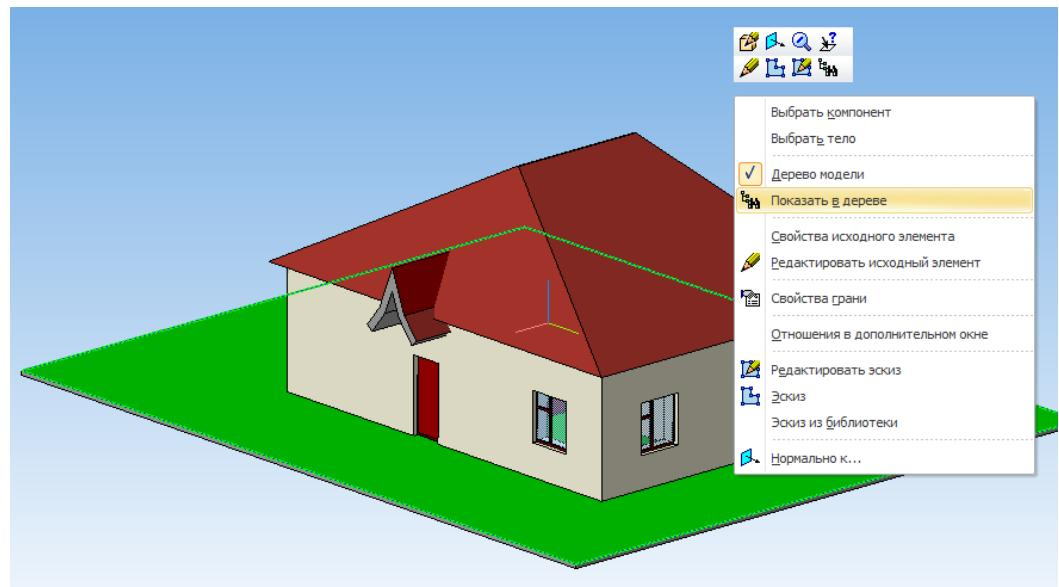

Рисунок 2.1.12. Выбор команды Показать в дереве.
- а) В 3D модели выделите верхнюю грань массива земли и в контекстном меню выберите команду **Показать в дереве**. (Рис. 2.1.12)